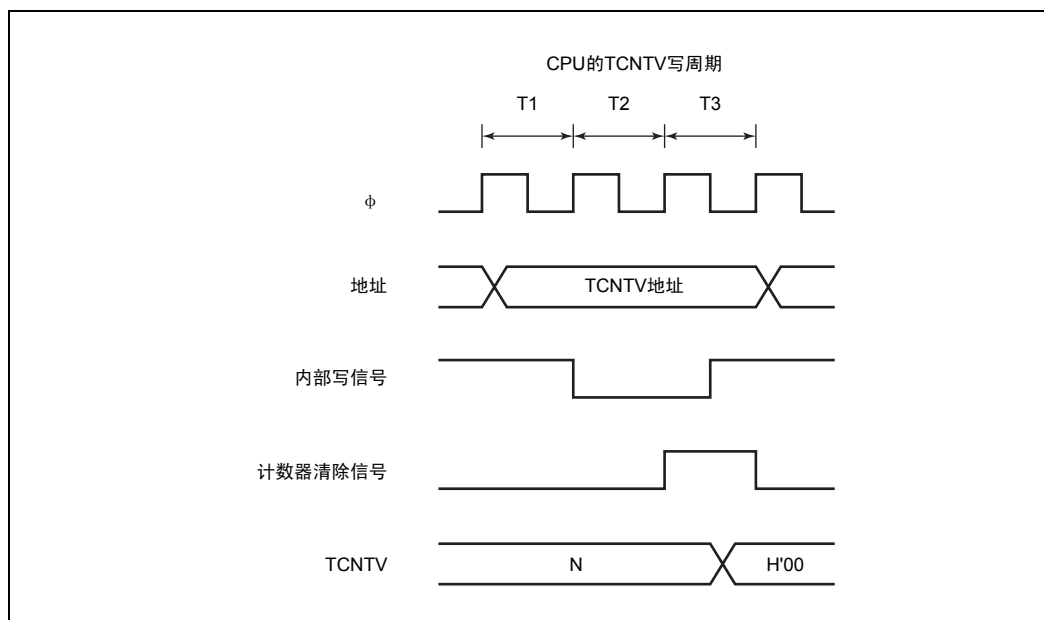

图 11.11 给 TCNTV 写和清除的竞争
- 寄存器的写在写周期中的T3状态进行。如图11.11所示，在TCNTV写周期中的T3状态，如果产生TCNTV清除信号，就优先清除，不进行计数器写。只有在TCNTV写周期中的T3状态发生累加计数的情况下，才优先计数器写。